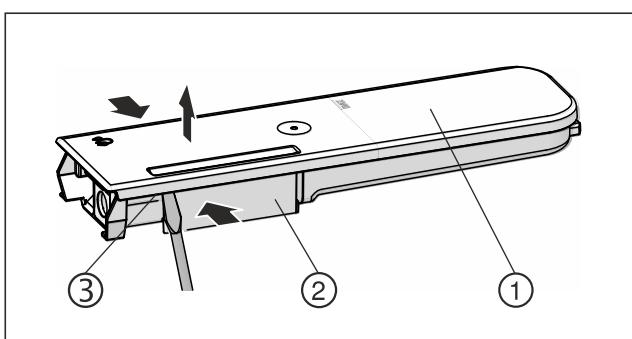

Fig. 153
- Rezervoar za vodo Fig. 153 (2) potisnite skupaj in pokrov Fig. 153 (1) previdno dvignite in povlecite navzgor nad zaklepne utore Fig. 153 (3).
- Pokrov Fig. 153 (1) narahlo potisnite v eno in drugo smer, nato ga odstranite s potiskom navzgor.